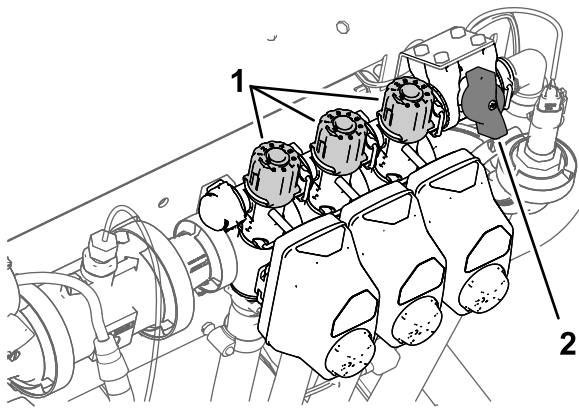

Figure 39
9. Désactivez la section gauche et réglez le bouton de dérivation de section (Figure 39) jusqu'à ce que le débit indiqué corresponde au précédent conformément au tableau.
11. Réglez le bouton de dérivation de la section droite (Figure 39) jusqu'à ce que le débit indiqué corresponde au précédent conformément au tableau.
13. Réglez le bouton de dérivation de la section centrale (Figure 39) jusqu'à ce que le débit indiqué corresponde au précédent conformément au tableau.